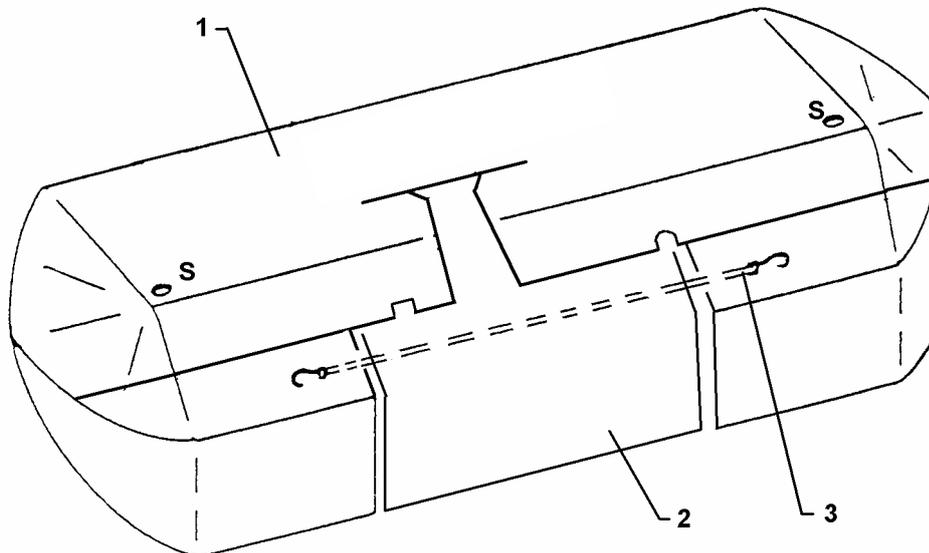

Bild 6
7. Anbau der Schutzvorrichtung. (Bild 6)